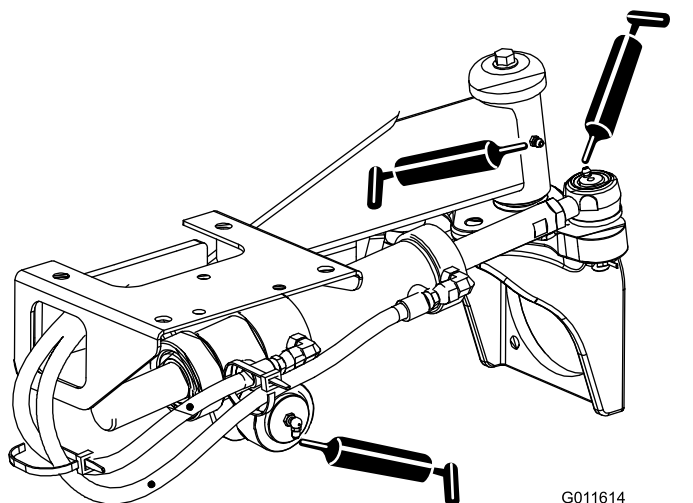

Рисунок 76
- Шаровые опоры гидроцилиндра рулевого управления (2 шт.) и задняя ось (1 шт.) —Рисунок 76